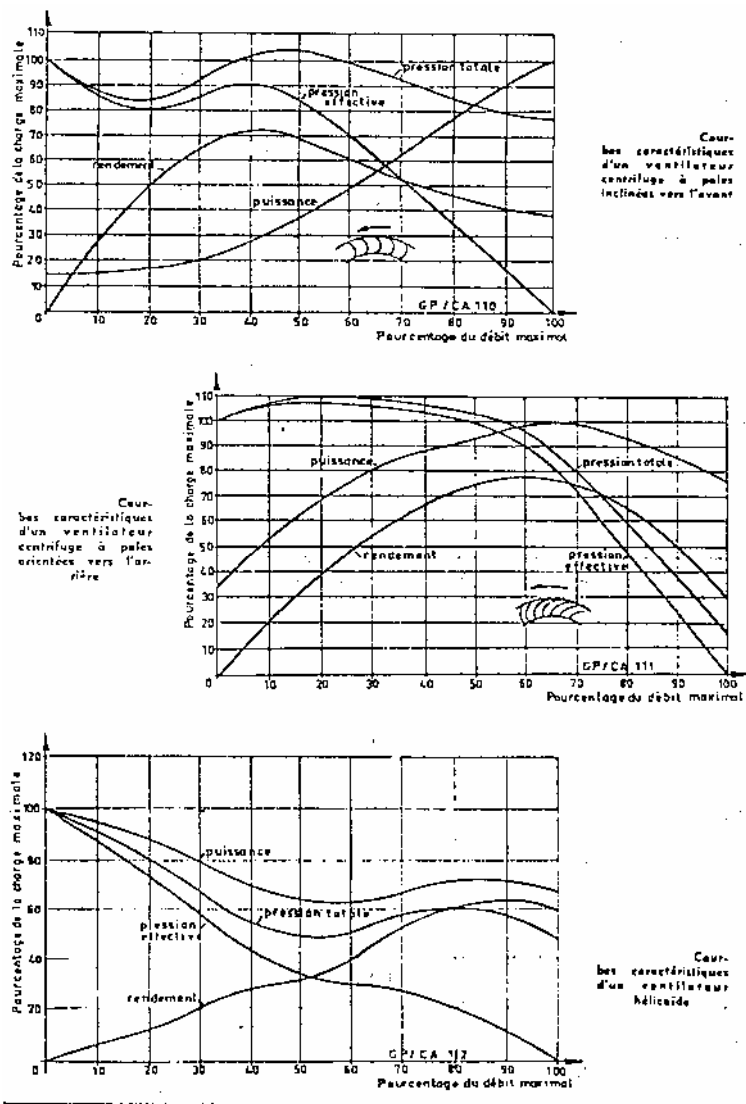

Fig.10 : Courbes - caractéristiques des ventilateurs :
9.4. COURBES - CARACTERISTIQUES (figure 10) :